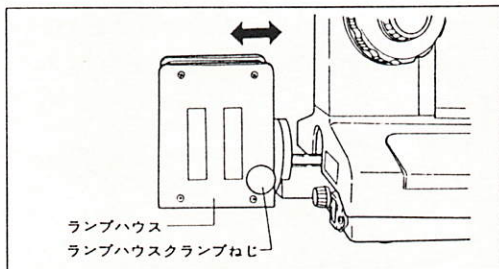

図 5
- 6) 開口絞りを閉じて、ランプハウスクランプねじを緩めて、ランプハウスを前後させ (図5)、開口絞り面にフィラメント像を結像させます。結像の状態は、NDフィルタをミラーとして、開口絞り面上のフィラメント像を見ながら行います。